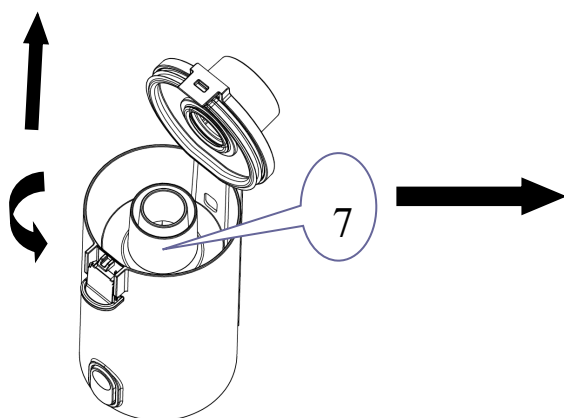
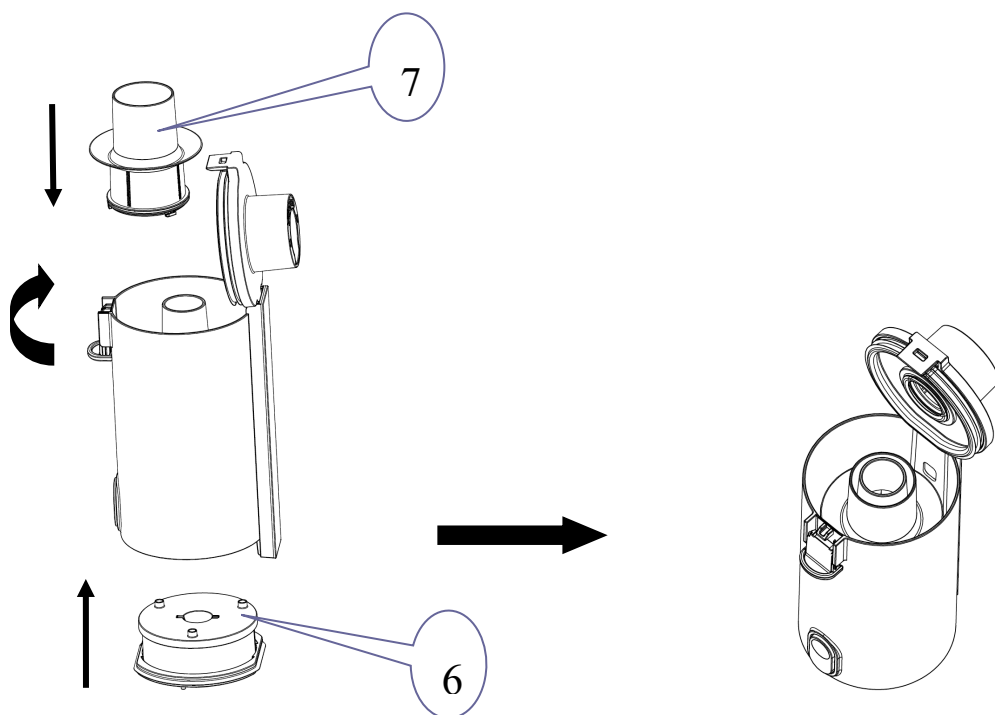

Figur 6-5
Figur 6-7
6.2 Hold godt i håndtaket (nr. 5) til filterbeholder og trekk HEPA-filteret (nr. 6) ut av støvbeholderen for å tømme det. Vask filteret (nr. 6) under rennende vann hvis det er nødvendig, og la det tørke helt før du setter det inn igjen. Se figur 6-5 og 6-6.
6.3 Ta tak i filteret (nr. 7) slik at du roterer det mot klokken og kan trekke det ut av støvkoppen. Bank av smusset på filteret (nr. 7) og fjern smusset fra støvkoppen. Sørg for at filteret og støvkoppen er helt tørre før du setter de inn igjen. Se figur 6-7 og 6-8.
7.19 Skjermen viser «Filter Blocked» (filter blokkert) - Filteret er blokkert. Ta tak i filteret og roter det mot klokken for å trekke det ut av støvkoppen. Bank av smusset på filteret og tøm støvet ut av støvkoppen (se figur 6-7 og 6-8). Hold håndtaket på filterbeholderen godt fast, trekk HEPA-filteret ut av støvkoppen og tøm det. Rengjør HEPA-filteret under rennende vann om nødvendig, og la det tørke helt før bruk, som vist i figur 6-5 og 6-6.